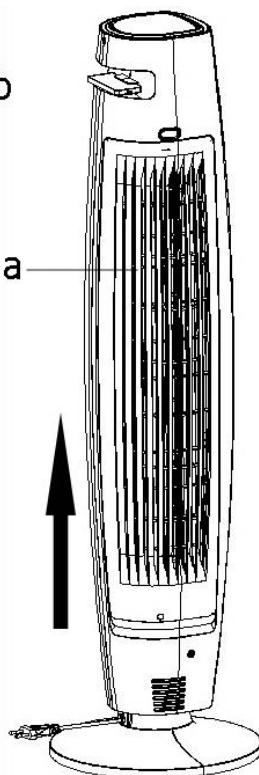

Fig. 3
- 5) Riposizionare la ventola (b) nell'apparecchio e serrare il dado (c) nella direzione indicata dalla scritta "TIGHTEN". Riposizionare la griglia di ingresso dell'aria (a) (Fig. 3) e assicurarsi che sia bloccata correttamente, altrimenti l'apparecchio non si avvierà.